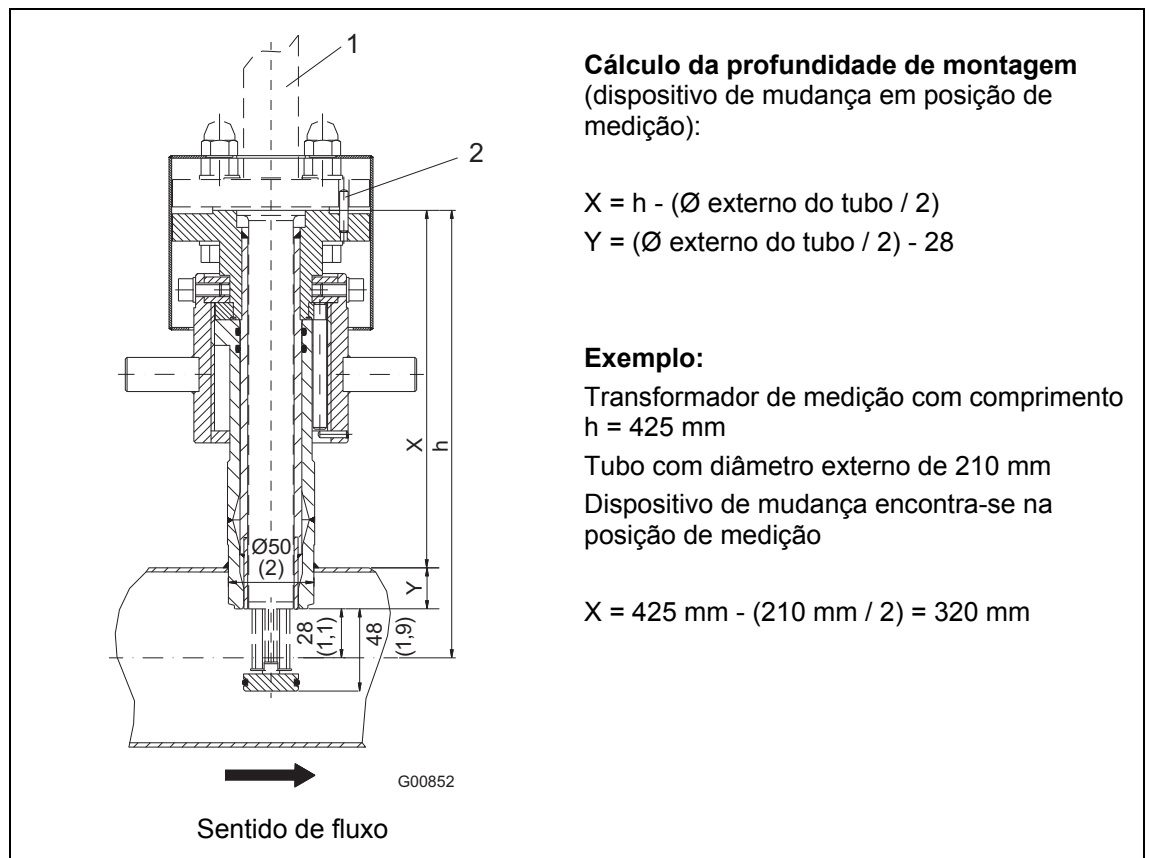

Fig. 12: Medidas em mm (inch) dispositivo de mudança em posição de medição
- O pino de centragem do adaptador tem de ficar alinhado com o eixo do tubo no sentido de fluxo (no lado de saída, após o ponto de medição), vide Fig. 12.